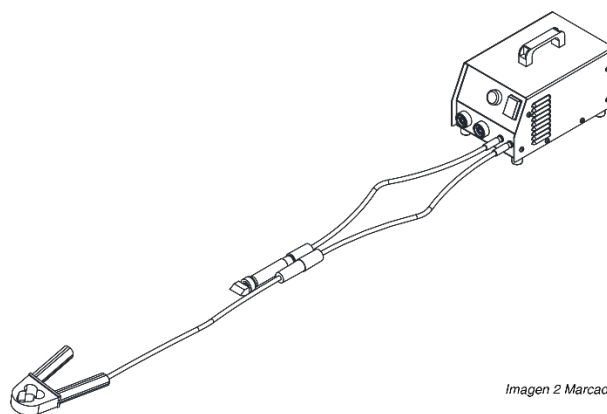

Imagen 2 Marcado
- Ligar os cabos de terra e de escova aos conectores na parte frontal da máquina, dependendo se se trata de uma tarefa de limpeza (fig. 1) ou de uma tarefa de marcação (fig. 2).